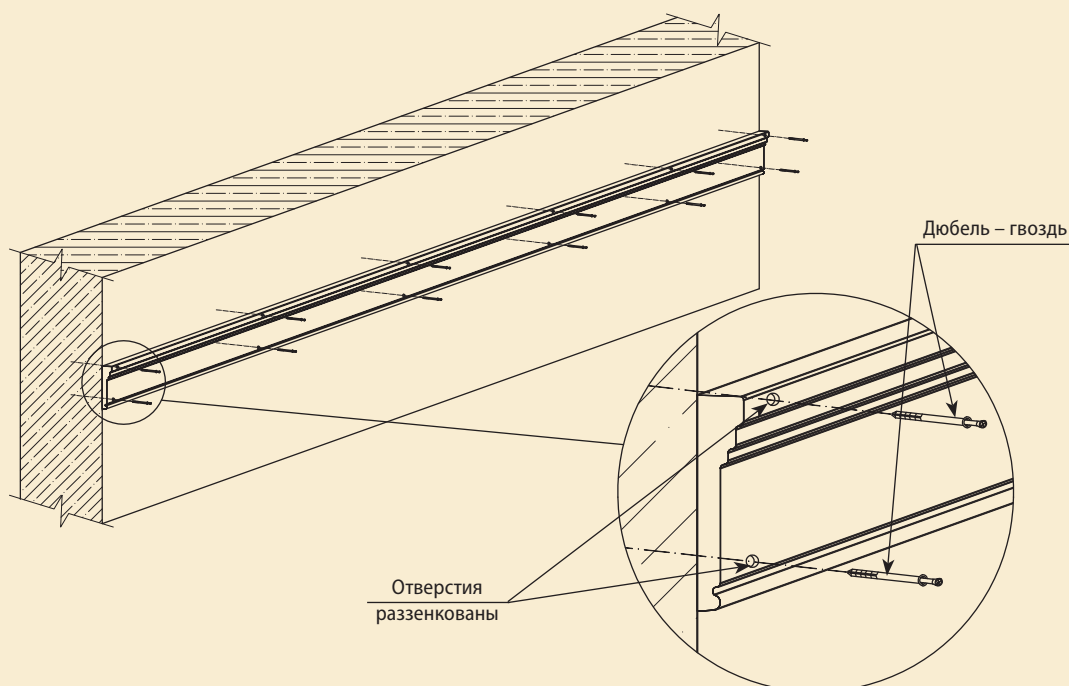

Рис. 1.4
1.4. Закрепите молдинг на уровне отметок с помощью монтажного клея, стыковочного клея, дюбель-гвоздей в потай (рис. 1.4).